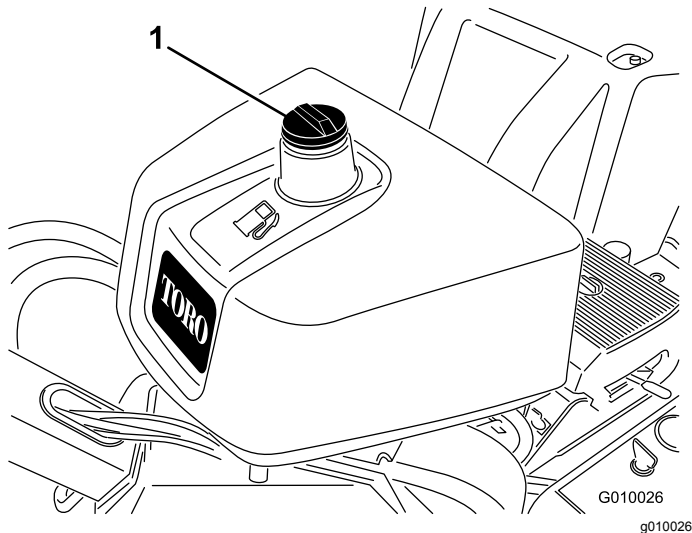

Figure 17
2. Nettoyez la surface autour du bouchon du réservoir et enlevez le bouchon (Figure 17).